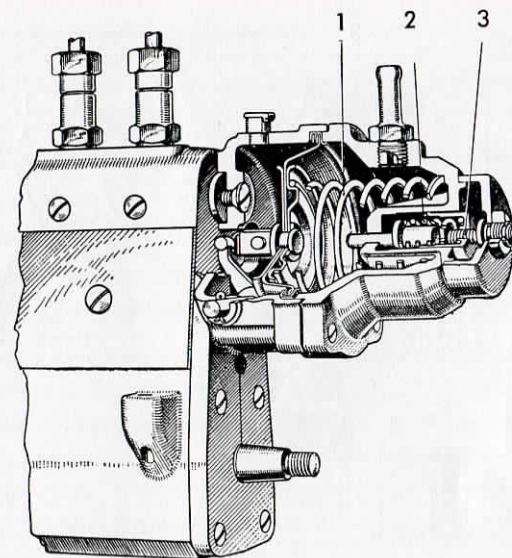

Bild 32. Vakuumregulator (läge för full matning)
Denna är monterad på insprutningspumpens ena kortsida (bild 32). Den består av ett hus, delat i två kammare av ett lädermembran. Insprutningspumpens reglerstång är ledbart kopplad till membranet, som av en fjäder (1) pressas mot läget för full bränsletillförsel. Den yttre kammaren står i förbindelse med motorns spjällhus genom en rörledning, och den inre kammaren med ytterluften. Som förut beskrivits beror storleken av undertrycket i spjällhuset och sålunda även i den därmed förbundna vakuumkanmaren i regulatorn på "gaspedalens" och därmed på spjällets läge. Öppet spjäll åstadkommer ringa vakuüm, varvid regulatorfjäders (1) förskjuter reglerstången mot läget för maximalinsprutning. Stängt spjäll åstadkommer högt vakuüm, så att membranet drar reglerstången mot läget för strypt bränslematning.